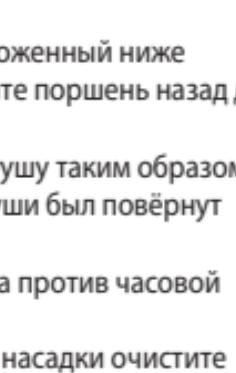

Рис. 4
- f) При необходимости установите интраоральный наконечник на смесительную насадку (Рис. 4). Если интраоральный наконечник укоротить примерно на 1 мм, через него получится выдавать больше материала.